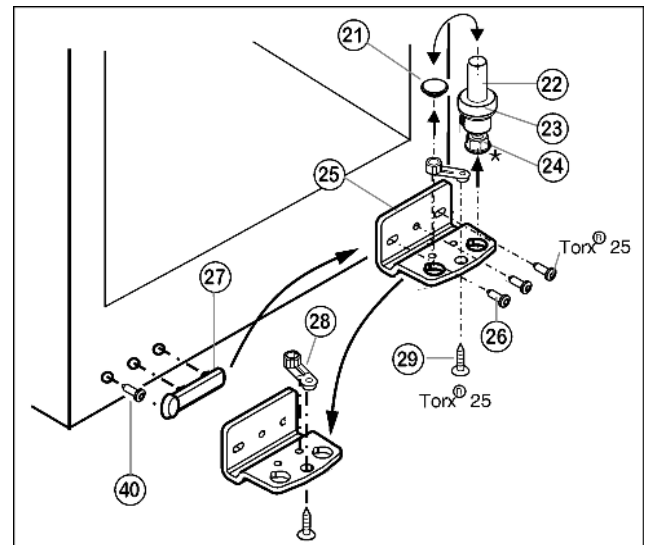

Fig. 5
- ▶ A teljes tartócsapot Fig. 5 (22), az alátétellel Fig. 5 (23) és az állítható lábbal\* Fig. 5 (24) együtt felfele húzza ki.
- ▶ Emelje le a dugót Fig. 5 (21).
- ▶ Csavarozza le Fig. 5 (26) a csapágybakot Fig. 5 (25).
- ▶ Csavarozza le Fig. 5 (29) a csapágyrészt Fig. 5 (28), helyezze át a csapágybak túloldali felvevő furatába és csavarozza vissza.
- ▶ Óvatosan emelje le a fogantyú oldalán lévő fedelet Fig. 5 (27), tekerje ki a csavart Fig. 5 (40) és mindkettőt helyezze át az ellenkező oldalra.
- ▶ Csavarozza vissza a csapágybakot Fig. 5 (25) a csuklópánt új oldalán **4 Nm-es nyomatékkal**, szükség esetén egy akkus csavarhúzóval.
- ▶ A dugót Fig. 5 (21) helyezze be a másik lyukba.
- ▶ Helyezze vissza a teljes tartócsapot Fig. 5 (22) az alátéttel és az állítható lábbal\* együtt. Ügyeljen közben arra, hogy a bekattanó bütyök hátrafele mutasson.
- ▶ Az ajtót felülről helyezze az alsó tartócsapra Fig. 5 (22).
- ▶ Az ajtókat az alsó csapágybakban Fig. 5 (25) lévő két hosszított furat felett igazítsa egy vonalba a készülékhez. Ehhez a középső csavart csavarja ki.